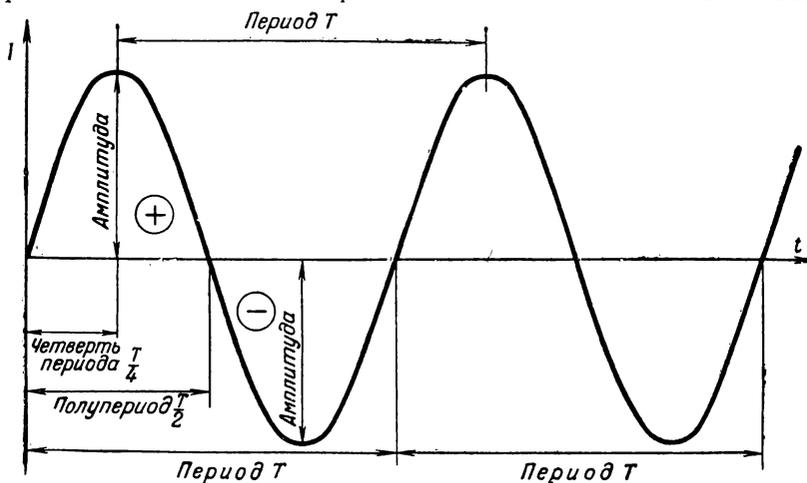

Рис. 88. Графическое изображение синусоидального переменного тока
Большое распространение получил **периодический синусоидальный переменный ток**, называемый так потому, что он изменяется по закону кривой — «синусоиды», причем изменения его повторяются через равные промежутки времени. На рис. 88 приведено
**Период** — время, в течение которого происходит полный цикл изменений тока, после чего изменения повторяются, называется **периодом**. Период обозначается буквой  $T$  (рис. 88) и измеряется в секундах. Период еще можно определить как время одного полного колебания тока, исходя из того, что переменный ток представляет собой колебания электронов в проводе.